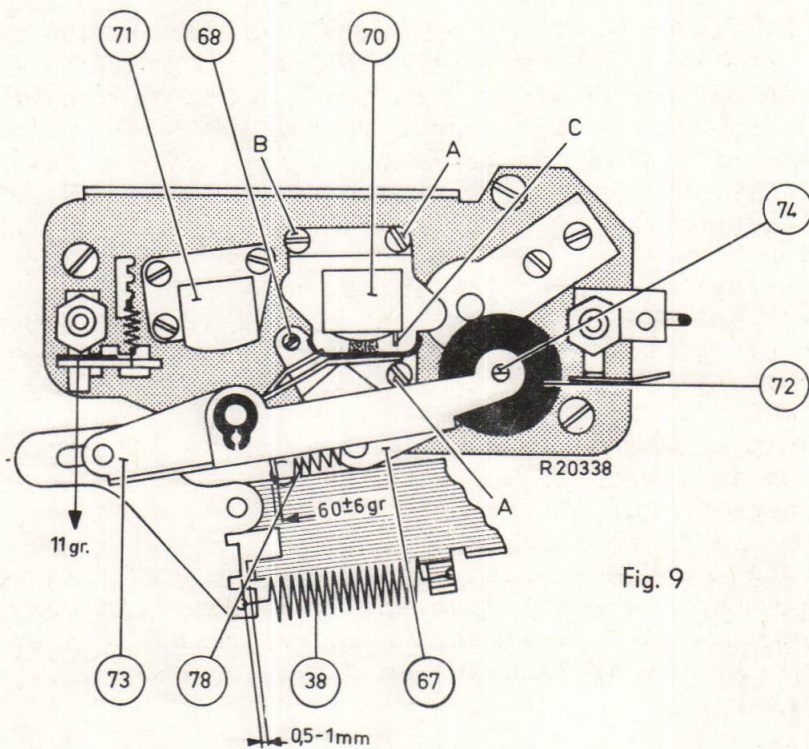

Fig. 9
- Draai de stift 68 uit het apparaat (zie fig. 9).
- Stel de hoogte van de kop (zonder afschermkap 16) met behulp van de 2 schroeven A en B zodanig in, dat deze ongeveer op de juiste hoogte en recht staat, fig. 9.